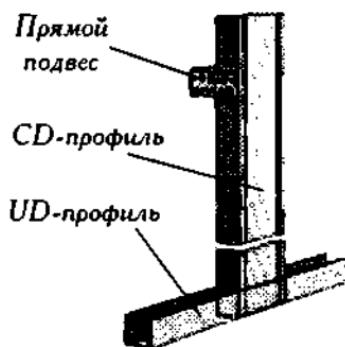

Рис. 47. Каркас для облицовки
- Металлический каркас (рис. 47) этого комплекта состоит из: